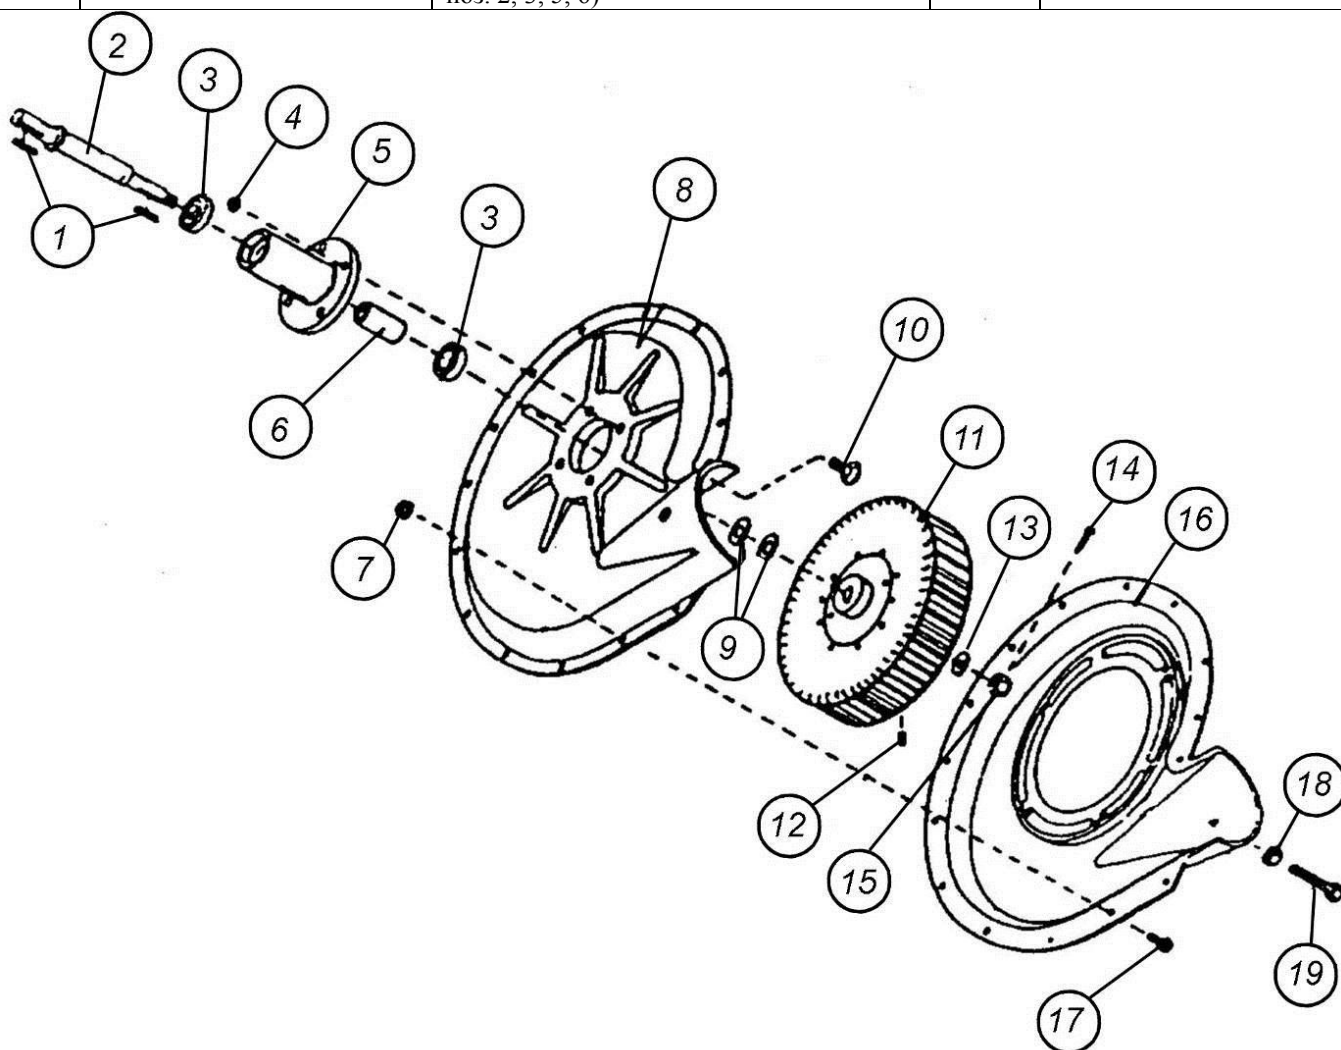

Рис. 7.2.8. Детали и узлы вентилятора
7.2.8.1. Вентилятор 6" с гидроприводом (рис. 7.2.8.1)